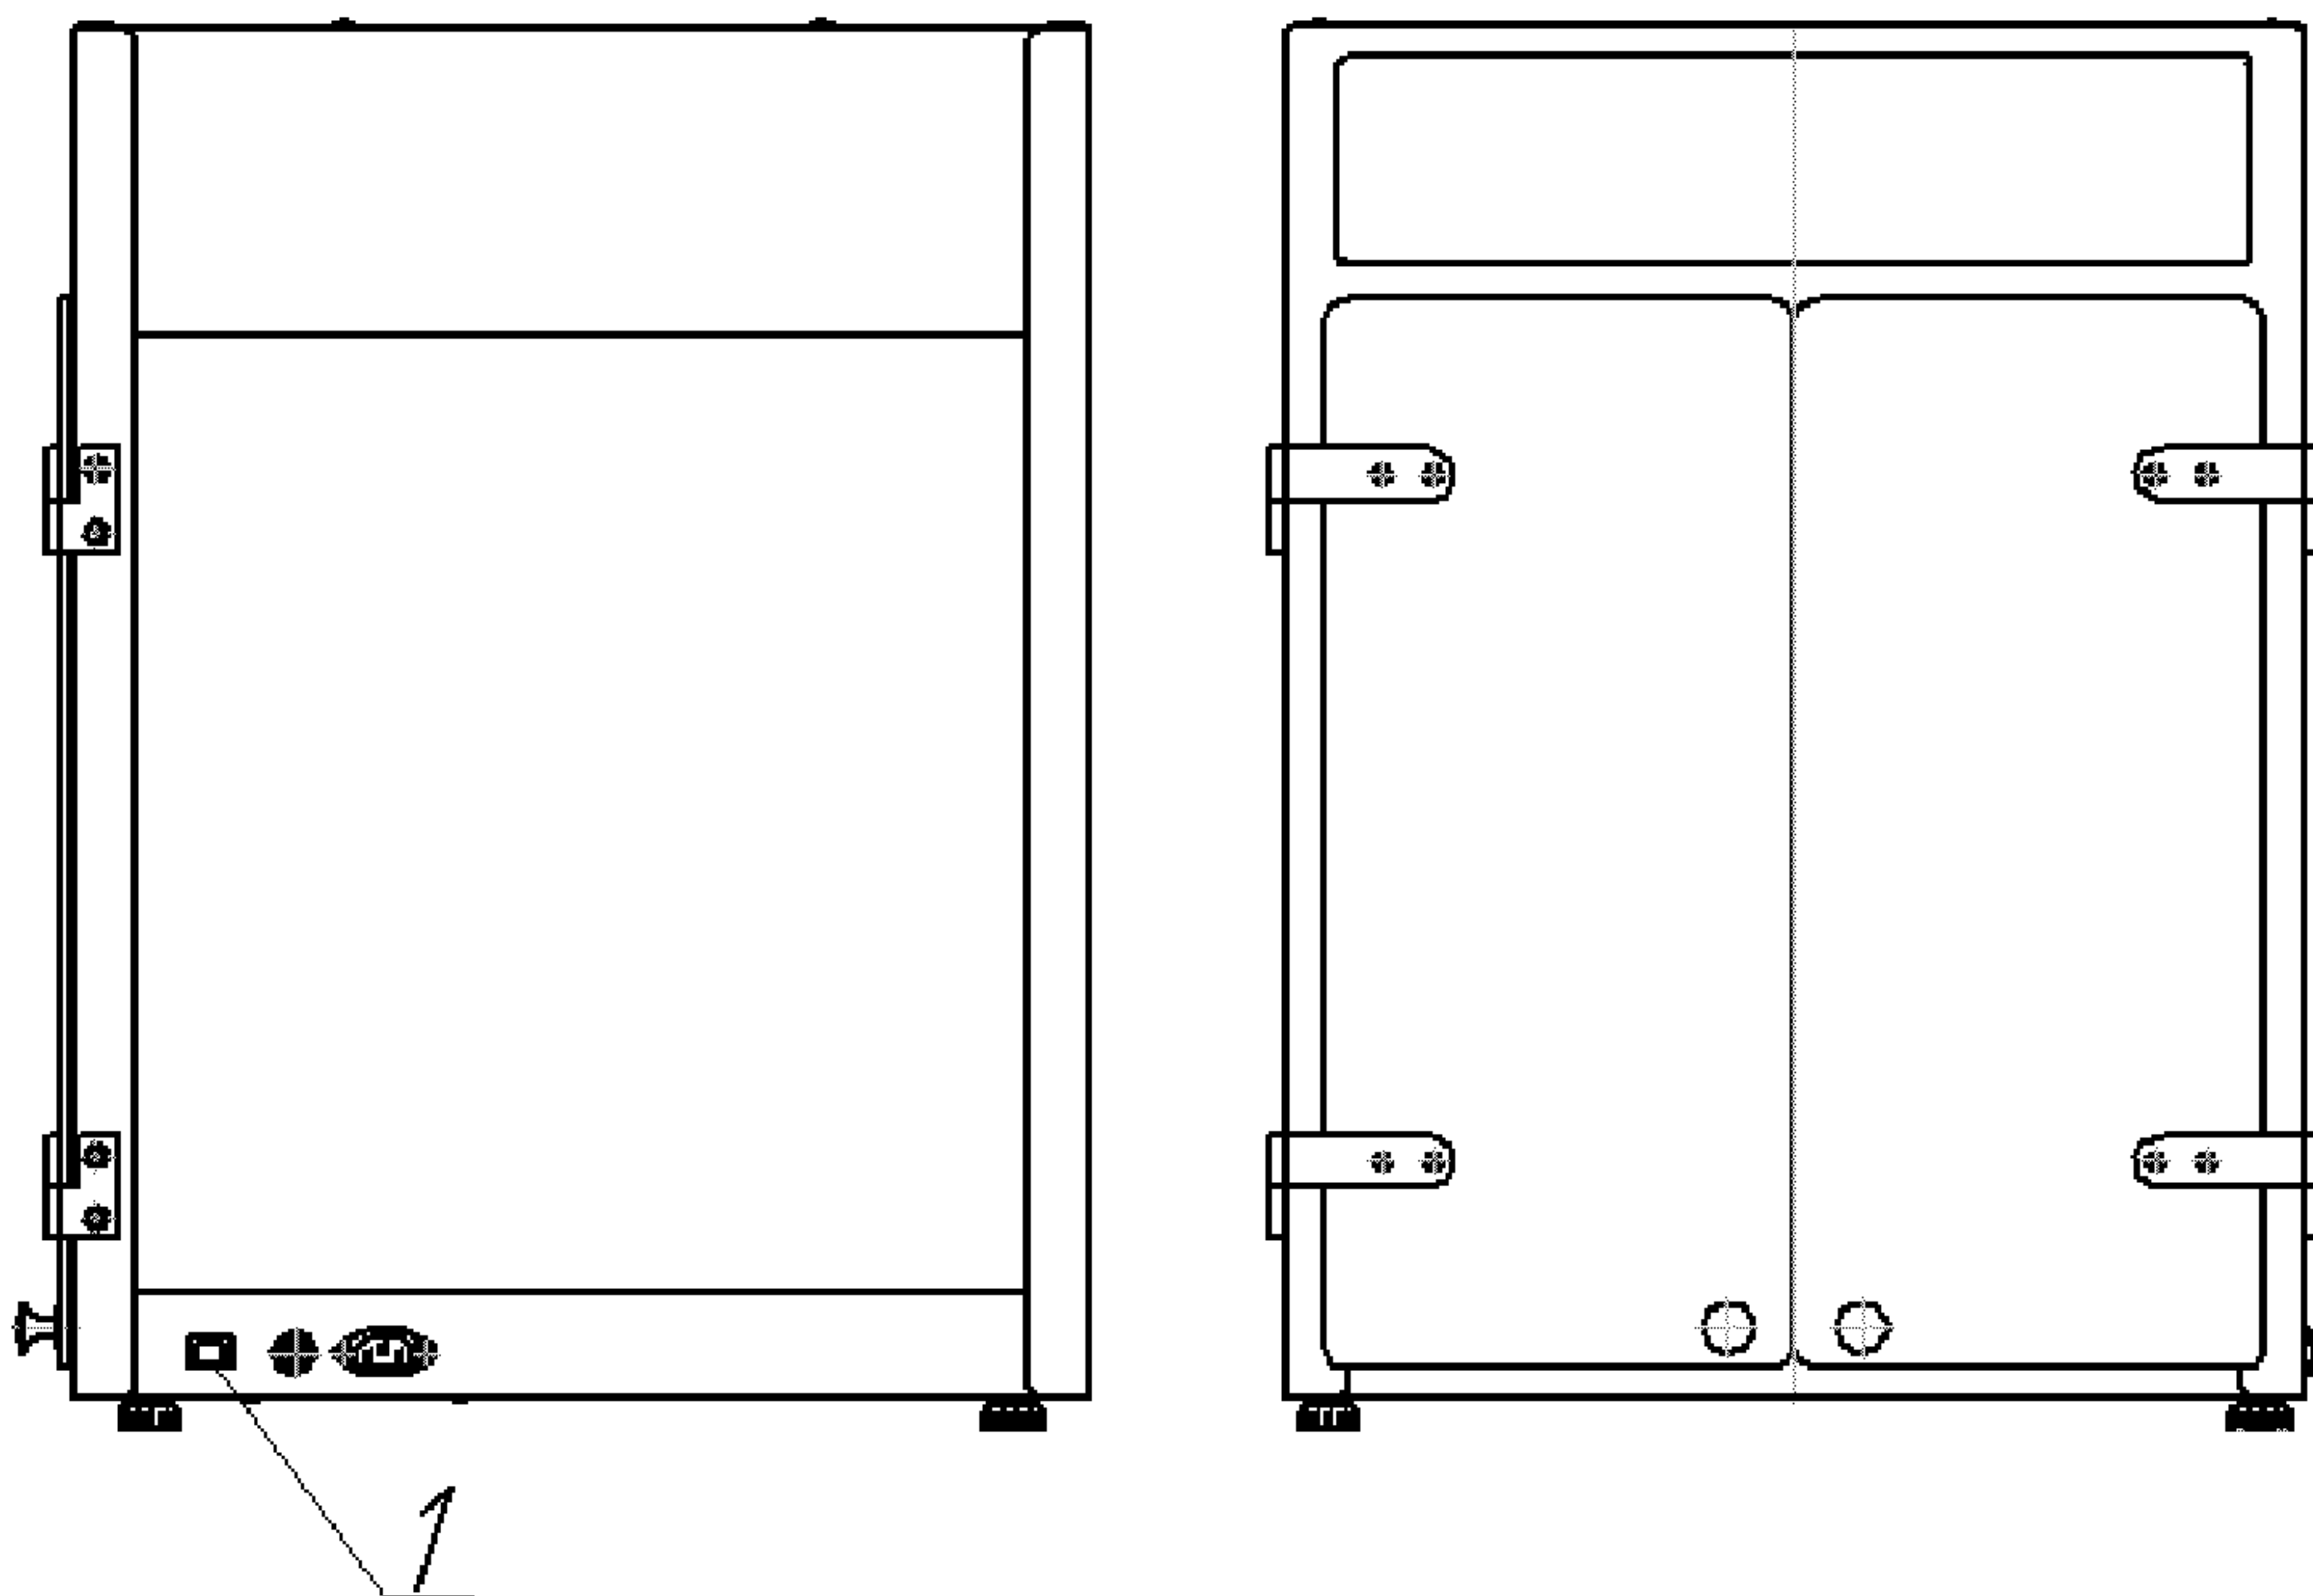

Рис. 1 Витрина тепловая.
4.1 Витрина тепловая VTN-490 показана на рис. 1
4.3 Принцип работы (Рис.1).